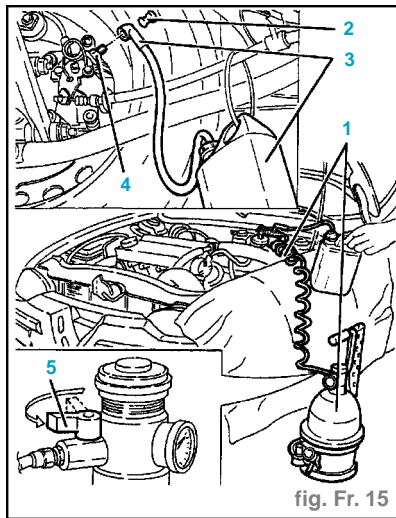

fig. Fr. 15
- Brancher l'outillage (**1**) au réservoir du liquide de freins-embrayage (fig. Fr. 15).